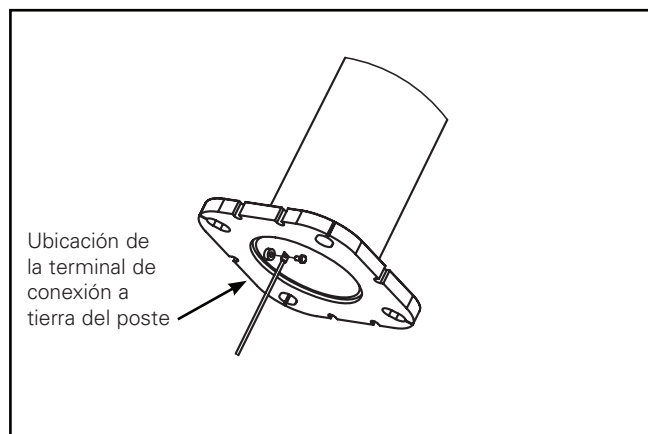

Figura 3. Detalle de la correa de conexión a tierra del poste
3. Coloque el poste en la parte superior de la base del transformador, use las áreas elevadas en los cuatro extremos en la parte superior de la base del transformador como guía para el resto del poste (Figura 3).
4. Alinee las cuatro ranuras del poste con los orificios en la base del transformador. Instale cuatro pernos de 1 in con una arandela fina a través de la parte superior de la base. (Figura 3).
5. Abra la puerta de la base del transformador (Figura 3), instale cuatro tuercas con arandelas gruesas y ajuste las cuatro tuercas y fije el poste en su lugar. El par recomendado es de un mínimo de 150 ft lb